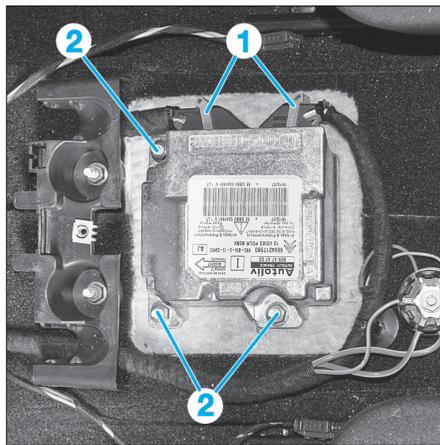

Fig. 20
- Débrancher les connecteurs (1) (Fig.20).
- Déposer les écrous de fixation (2).